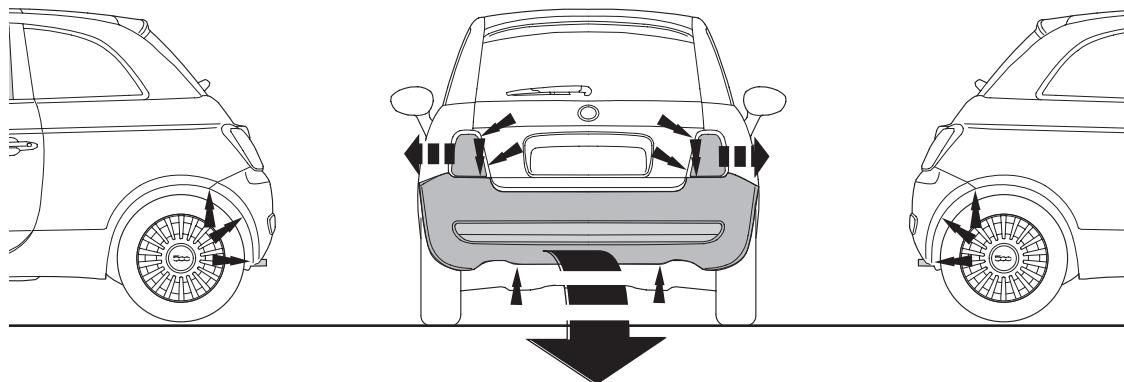

Fig.1
1. Déposer le pare-chocs du véhicule y compris la traverse en acier. (Voir la figure 1).
2. Demontér den bageste lydpotte og løsn varmeskjoldet. (Se fig. 1).
1. Zdemontować z pojazdu zderzak wraz ze stalową belką zderzakową. (Patrz rysunek 1).